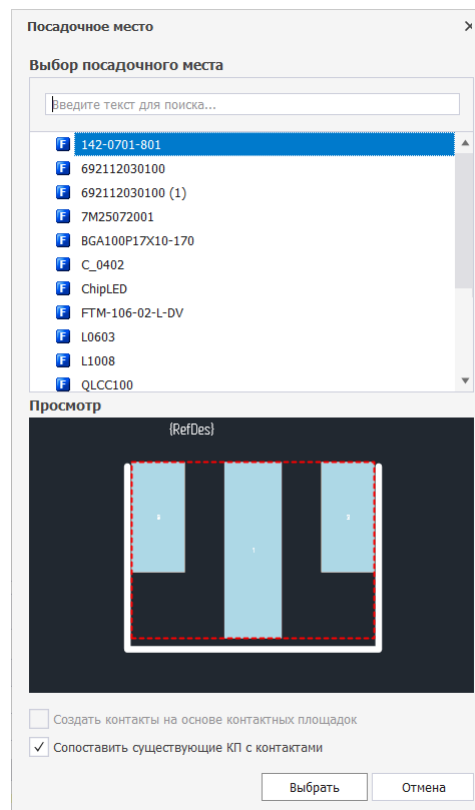

Рис. 212 Выбор библиотечного посадочного места
1. Выбрать посадочное место из списка, см. Рис. 212.